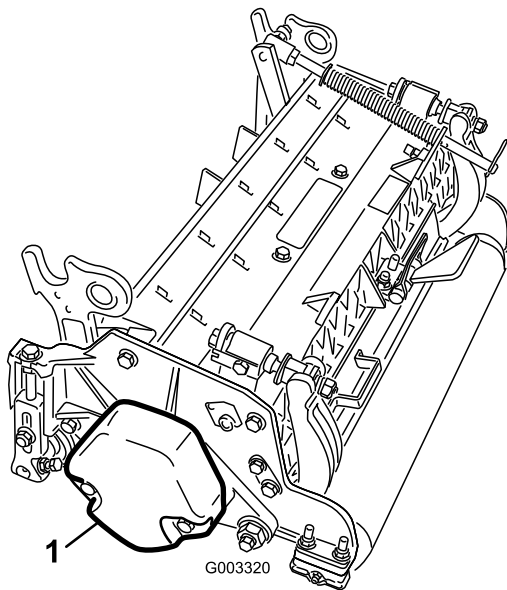

Figura 6
1. Sugli apparati di taglio #2 e #4, togliete le 2 viti a testa cilindrica che fissano il contrappeso al lato sinistro dell'apparato di taglio. Togliete il contrappeso (Figura 6).